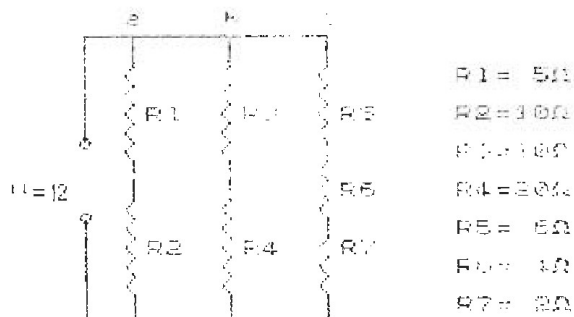

Figura 27/2
- 14 — Reportando-se à figura 27/2, monte uma resistência com $10\ \Omega$, entre os pontos «a» e «b» e outra com $20\ \Omega$, entre os pontos «b» e «c». Calcule a queda de tensão nas três resistências do circuito equivalente.